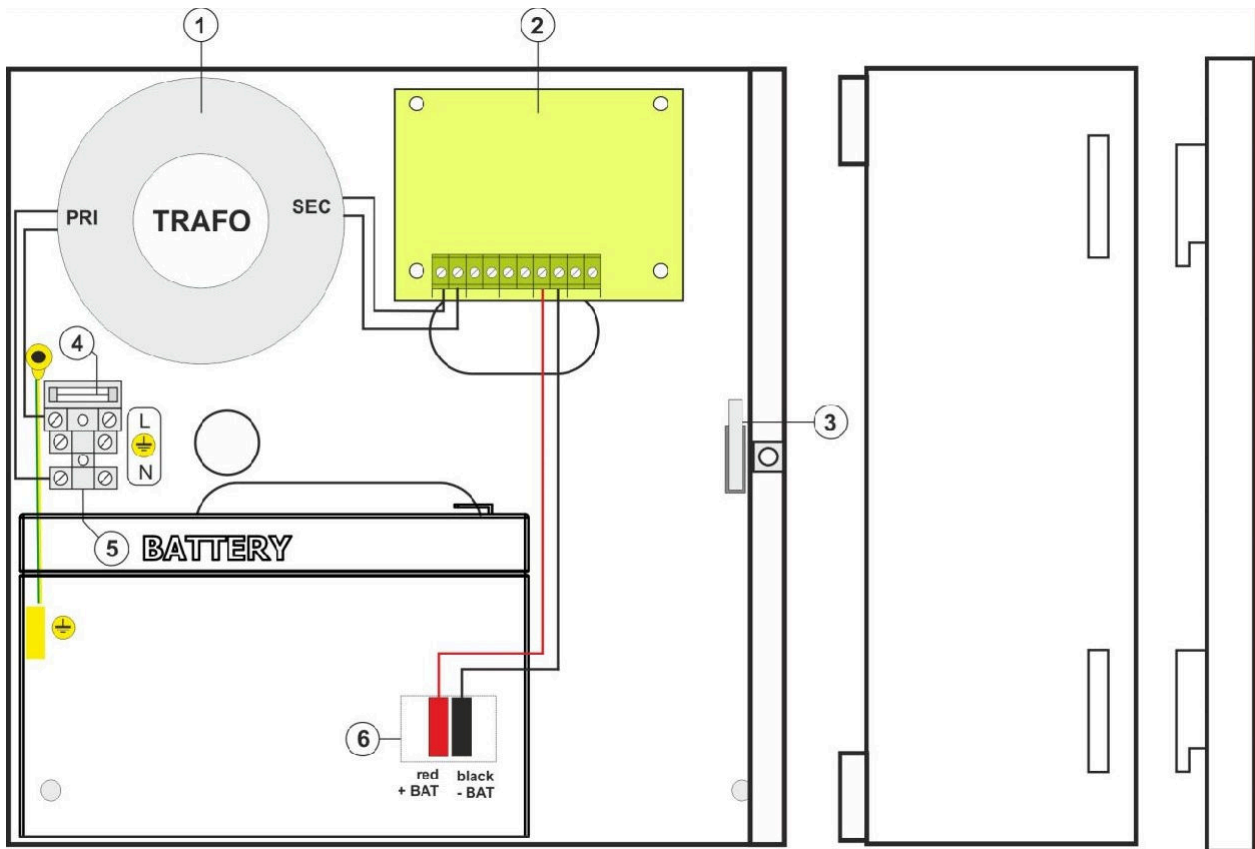
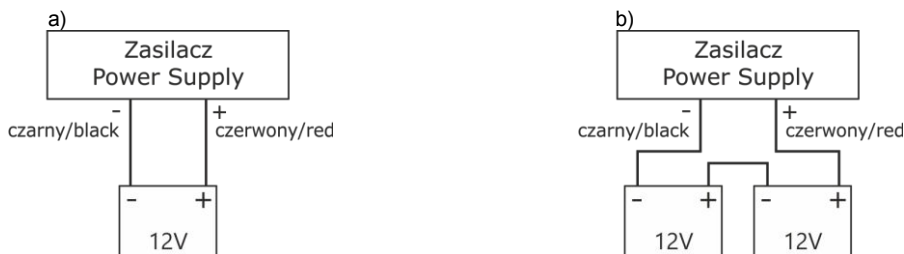

Fig.3. Vista de la fuente de alimentación.
Fig. 4 Conexión de las baterías en función de la versión de tensión de la fuente de alimentación:
6. Monte la batería en el compartimento de baterías de la caja (Fig. 3). Conecte las baterías con la fuente de alimentación prestando especial atención a la polaridad correcta y al tipo de conexiones (Fig.4):